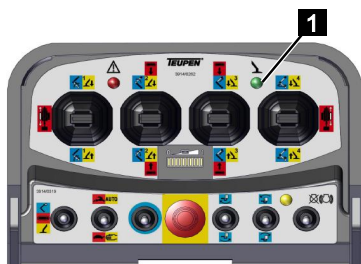

Fig. 66
4. Si le voyant vert (Fig.66/1) de la commande est allumé ou clignote, la machine est prête.